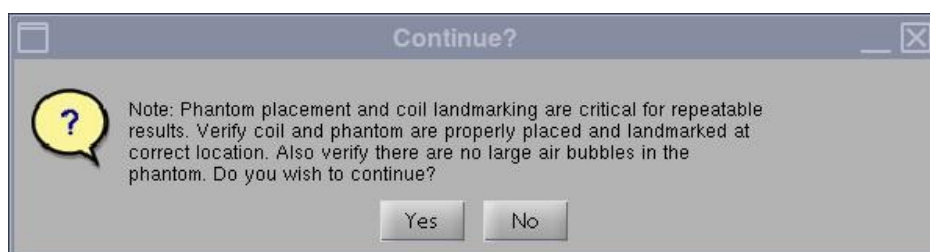

图 4
3. 启动时，将显示一条注释，说明 “Phantom placement and coil landmarking are critical for repeatable results（模体放置和线圈标记对准对于可重复的结果至关重要）”。如果已正确设定标记，并且模体中没有气泡，则单击 **[Yes（是）]**，继续。（图 4）。